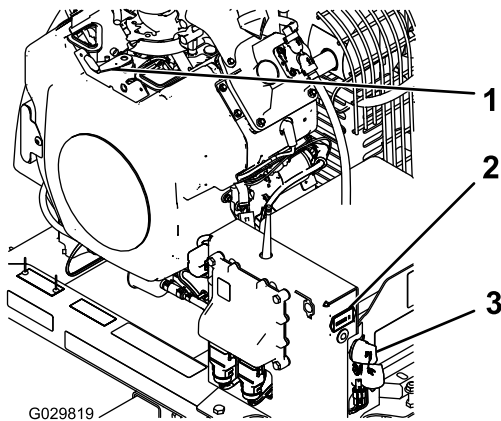

Figura 12
3. Rode a chave da ignição do motor para a posição ARRANQUE (Figura 12).
3. Se abandonar a máquina, rode a chave para a posição DESLIGAR e retire-a do motor (Figura 12).